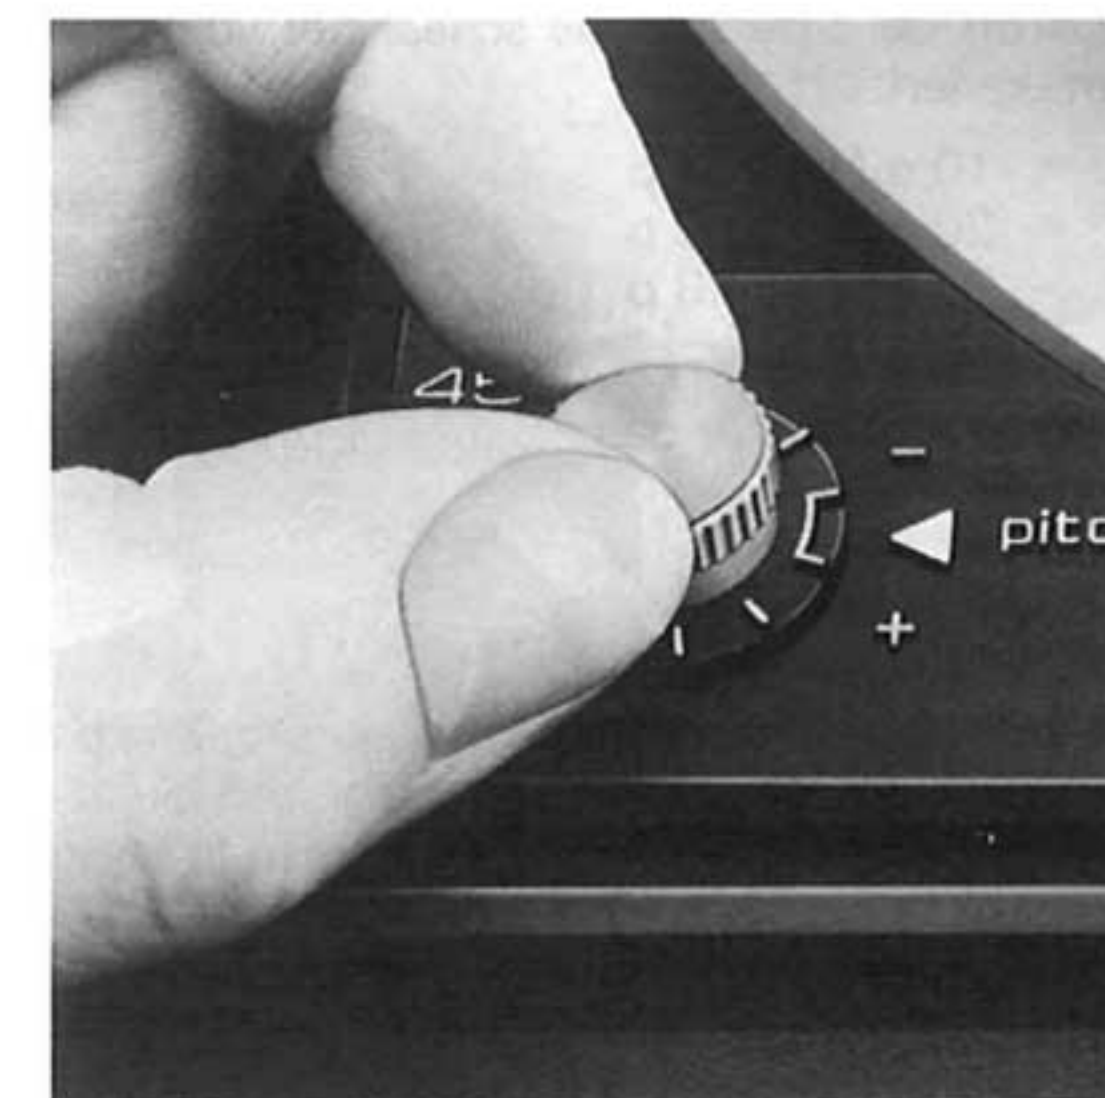

Fig. 20
Each of the two standard speeds (33 1/3 and 45 rpm) can be varied with the pitch control. Adjustment is made with pitch control knob (2) (Fig. 20).
Elk van de twee toerentallen 33 1/3 en 45 t.p.m. kan met fijnregeling (2) worden veranderd. De bijregeling van het toerental geschiedt door middel van de knop "pitch" (2) (Fig. 20).
Skivspelaren har fininställning (2) av båda varvtalen 33 1/3 och 45 varv/min, som kan varieras. Inställning sker med "pitch"-ratten (2) (Fig. 20).
L'altezza del tono può essere variata in ognuna delle due velocità, 33 1/3 e 45 giri/min. La regolazione si effettua a mezzo della manopola "pitch" (2) (Fig. 20).
(2). El ajuste correcto se efectúa con el botón „pitch” (2) (Fig. 20).